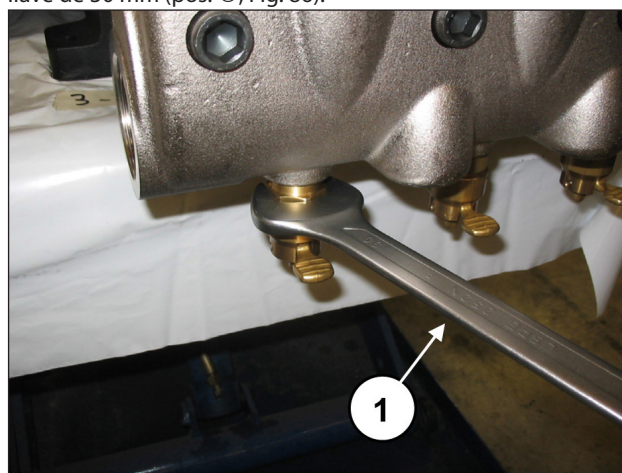

Fig. 86
Desenroscar el dispositivo de apertura de las válvulas con una llave de 30 mm (pos. ①, Fig. 86).